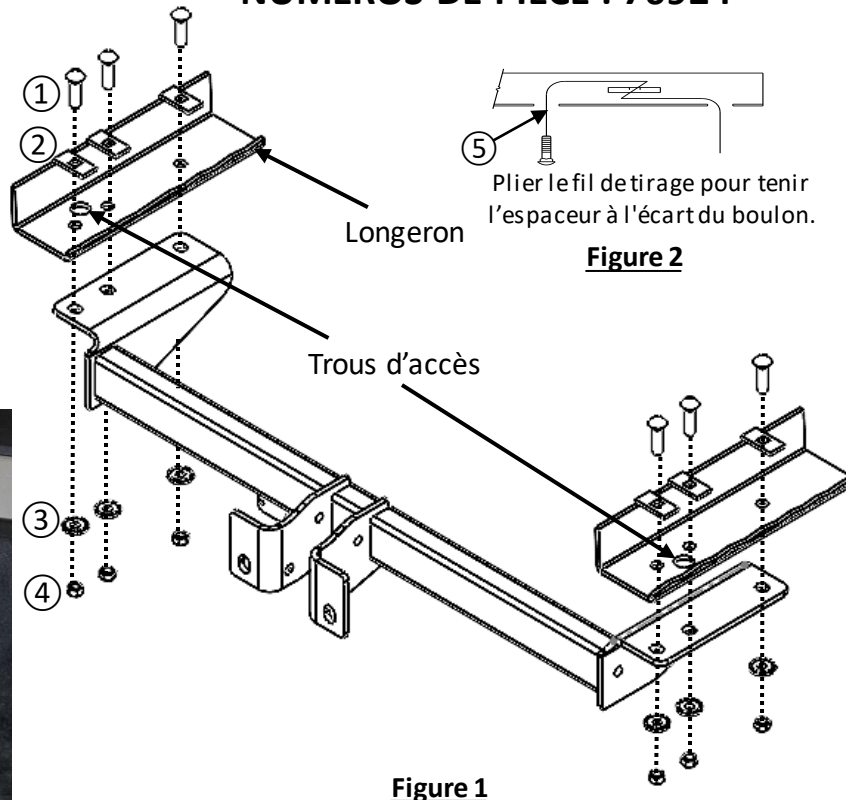

Figure 3
- Retrait de la porte du carénage** – À l'aide d'une douille 7 mm ou d'un embout Torx T10, retirer deux (2) boulons de la porte du carénage. Conserver la visserie et la porte pour réinstallation.
- Découper le panneau inférieur** – À l'aide d'un ruban à mesurer, d'un marqueur et d'une meule à rectifier, mesurer, marquer et découper le panneau inférieur comme illustré à la Figure 3.